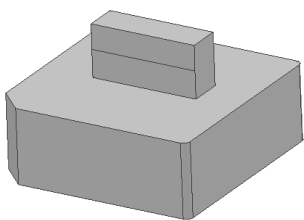

图 6-223 练习题 1) 图
1) 图 6-223 所示清角电极零件, 放电间隙为 0.1mm, 计算其加工刀具路径。毛坯为方坯, 刀具和切削参数自定义。零件数模在光盘中的存放位置: 光盘符:\习题\ch06\xt 6-01.dgk。光盘内附有参考答案。